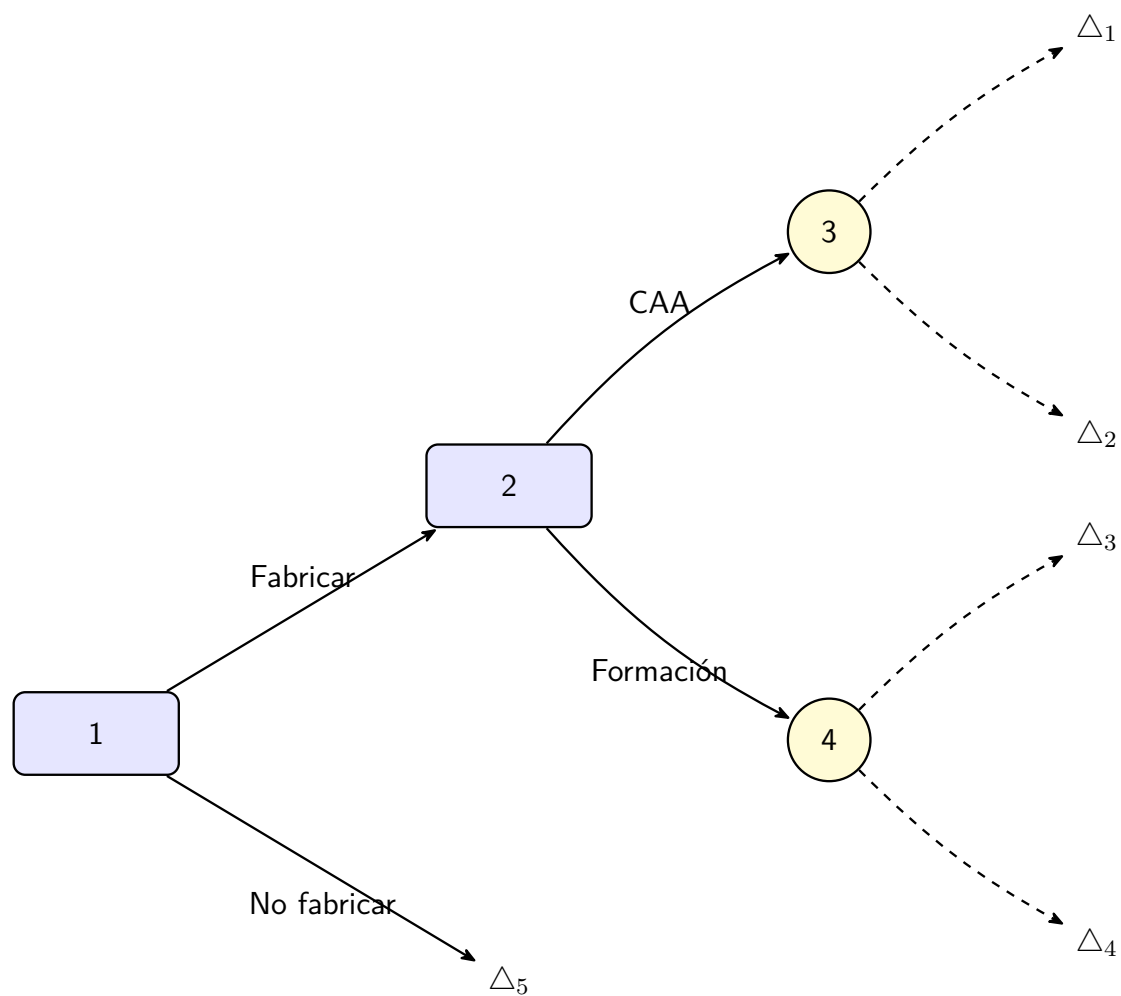

Figura 1.1: *Diagrama de Transición del AFD del Ejercicio 1.*
*Solución 1.1.1.* Nos quedaría el siguiente grafo de decisiones de la figura 1.1.